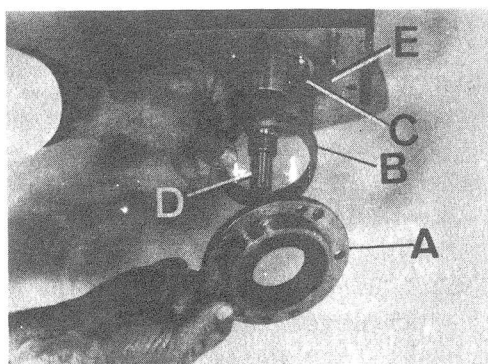

Fig. C1-94 Desmontaje porta-retén
- 1.5. Extraer la tapa, A (Fig. C1-94) porta-retén y las arandelas, B, de reglaje del rodamiento trasero del eje principal, manteniéndose apartadas las arandelas de reglaje, para su posterior montaje.
- 3.3.2. Montar la tapa, A (Fig. C1-94) con las arandelas de reglaje del rodamiento posterior del eje principal, aplicando en los labios de obturación del retén una película de aceite SAE 90 EP.